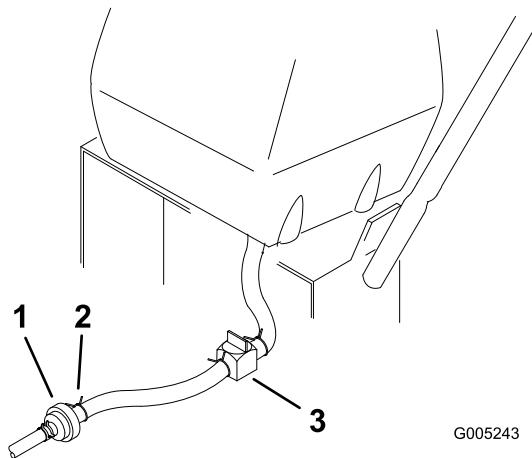

Figura 37
2. Cierre la válvula de cierre de combustible del depósito de combustible (Figura 37).
3. Apriete los extremos de la abrazadera y deslícela por el tubo alejándola del filtro (Figura 37).
4. Retire el tubo de combustible del filtro (Figura 37). Abra la válvula de cierre del combustible y deje que la gasolina se drene en un recipiente.
3. Cierre la válvula de cierre de combustible del depósito de combustible (Figura 37).
7. Abra la válvula de cierre de combustible del depósito de combustible (Figura 37).